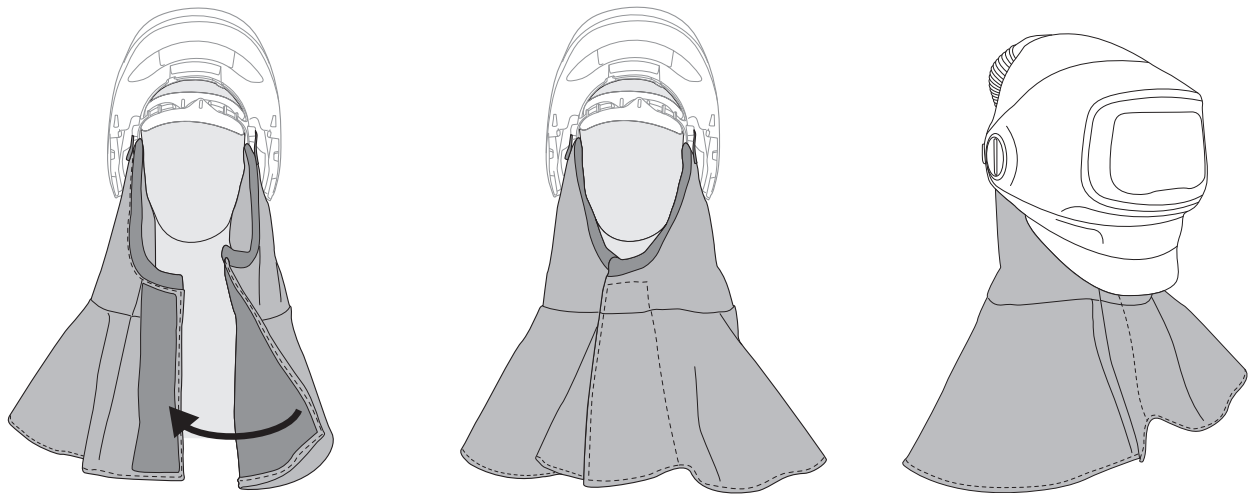

Fig. 18g
- f. Para colocarse el casco para soldar con el protector, abra el sello de gancho y bucle, coloque el protector detrás de la cabeza, baje el casco para soldar, apriete la suspensión del casco y selle el sujetador de gancho y bucle de la parte delantera del usuario (Fig. 18g).